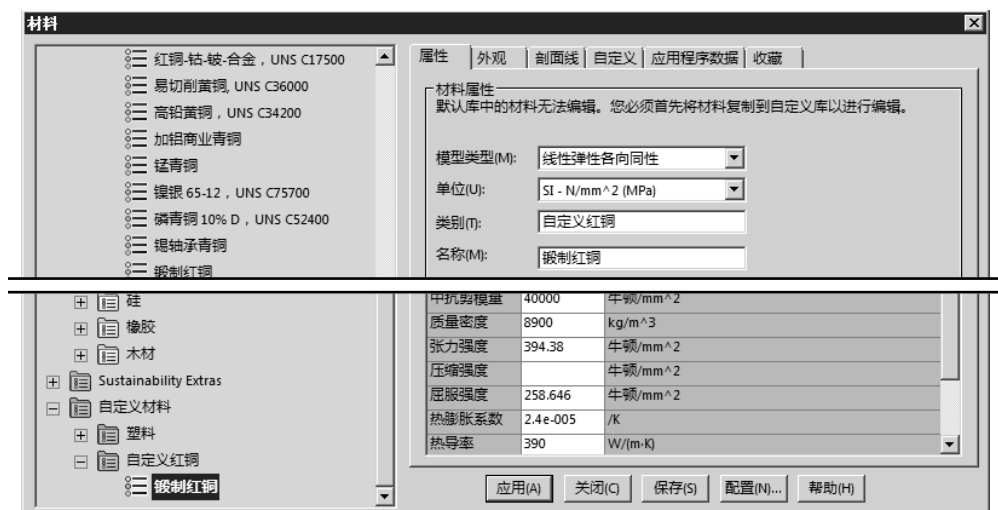

图 5.4.4 “材料”对话框 (三)
(1) 选择下拉菜单 **编辑(E)** → **外观(A)** → **材质(M)...** 命令，系统弹出“材料”对话框。
(2) 右击列表中 **红铜合金** 中的 **铜** 选项, 在弹出的快捷菜单中选择 **复制(C)** 命令。
(3) 在列表底部的 **自定义材料** 上右击, 在系统弹出的快捷菜单中选择 **新类别(N)** 命令, 然后输入“自定义红铜”字样。
(4) 在列表底部的 **自定义红铜** 上右击, 在系统弹出的快捷菜单中选择 **粘贴(P)** 命令。然后将 **自定义红铜** 节点下的 **铜** 字样改为“锻制红铜”。此时在对话框的下部区域显示各物理属性数值 (也可以编辑修改这些数值), 如图 5.4.4 所示。